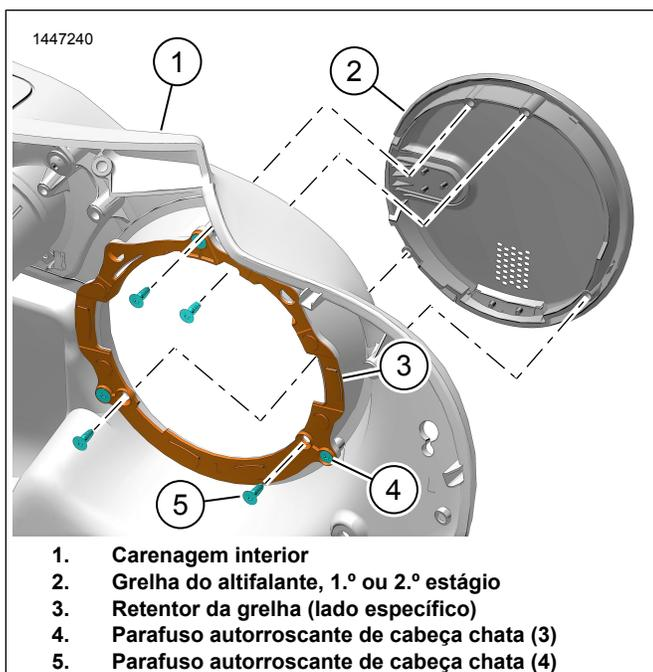

Figura 2. Conjunto da Grelha do Altifalante
1. Ver a Figura 2. Instale o retentor da grelha na carenagem interna.
- a. Instale o retentor da grelha (3) na carenagem interna (1).
- b. Instale os parafusos (4). Aperte.
2. Ver a Figura 2. Instale a grelha do altifalante na carenagem interna.
- a. Instale a grelha do altifalante (2) na carenagem interna (1).
- b. Instale os parafusos (5). Aperte.